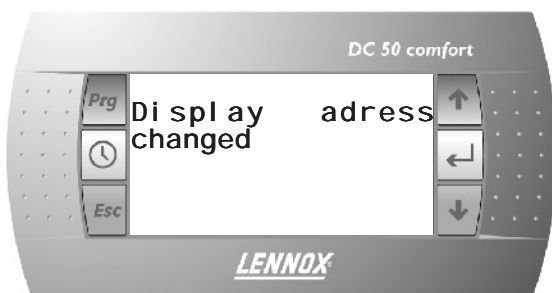

Fig. 29
- Se o endereço tiver sido alterado é apresentado o ecrã mostrado na **Fig 29**.